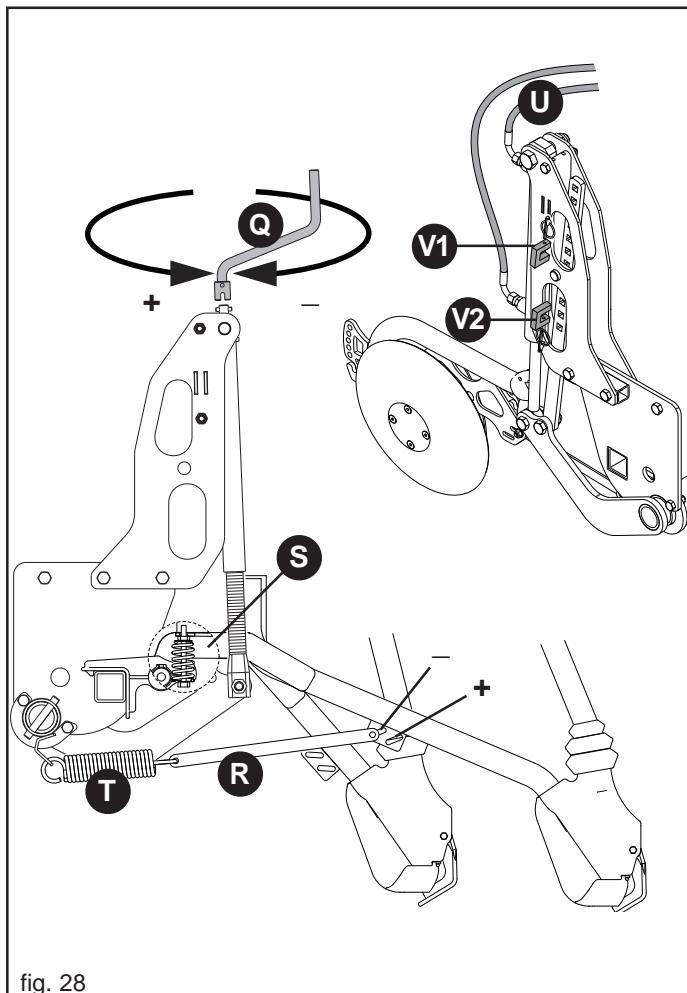

fig. 28
Die Aussaattiefe wird mit einer Kurbel gleichzeitig für alle Scharren eingestellt. Beim Drehen dieser Kurbel (Q, Abb. 28) im Uhrzeigersinn üben die Scharren mittels der Zugfedern einen größeren Druck auf den Boden aus und das Saatgut fällt automatisch tiefer in den Boden.
Nur mit Stiefelscharenreißern ist als Zubehör eine Feder (S, Abb. 28) verfügbar, die das Gewicht des einzelnen komplett entlasteten Federelements (T) annuliert. Dadurch wird eine oberflächliche Saatgutsstreuung ermöglicht.
Auf Antrag kann die errichtende Maßeinheit mit hydraulischer Regelung des Drucks der Furche Öffner ausgerüstet werden (U, Fig. 28). Diese Vorrichtung wird anstatt der manuellen Einstellerschrauben (Fig. 28) gepaßt und angeschlossen durch die speziellen hydraulischen Schläuche an den Traktorverteiler (doppelter Effekt). Die Vorrichtung wird bearbeitet, indem man den Hebel des Traktorverteilers verschiebt.
Die Blöcke (V1-V2, Abb. 28) begrenzen jeweils des Höchst- und Mindestdruck der Säscharenreißer und dienen als Endanschlag des ölhydraulischen Zylinders.